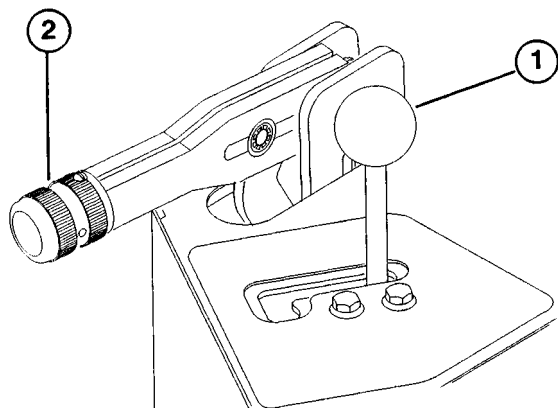

Bild 7
**Hubhebel** (Bild 7)—Zum Anheben des Geräts, den Hebel aufwärts ziehen; zum Absenken des Geräts, den Hebel vorwärts schieben. Um die Schwimmstellung herbeizuführen, den Hebel in die Auskerbung stellen. Wenn die gewünschte Stellung erreicht ist, den Hebel loslassen, der dann wieder in seine Ausgangsstellung zurückgeht.
**Feststellbremse** (Bild 7)—Zum Aktivieren der Feststellbremse, den Hebel rückwärts ziehen. Zum Lösen, den Hebel vorwärts schieben.